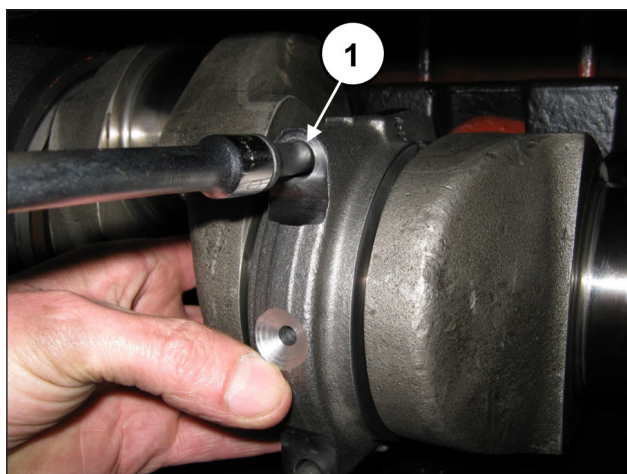

Рис. 70
Закрепите крышки на половинках шатунов с помощью винтов M10x1,5x80 (поз. ①, Рис. 70).